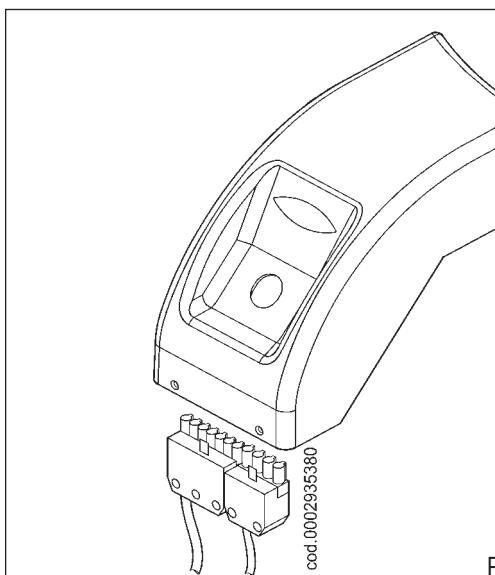

Рисунок 1
- Для моделей с однофазным питанием поместите два разъема, 7-штырьковый и 4-штырьковый, в соответствующие гнезда, расположенные под цоколем электрического щита (рис. 1).